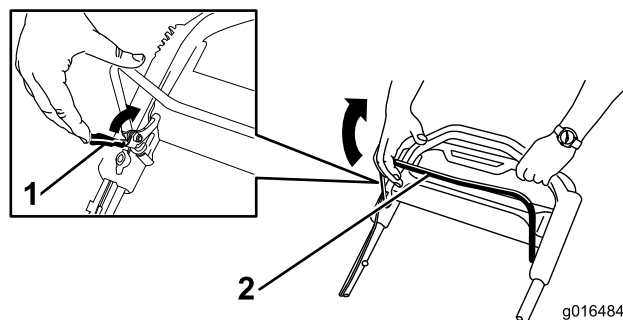

Figura 22
1. Tirate il blocco della barra di comando della lama verso la barra stessa (Figura 22).
2. Tirate indietro **lentamente** la barra di comando della lama verso la maniglia (Figura 22).